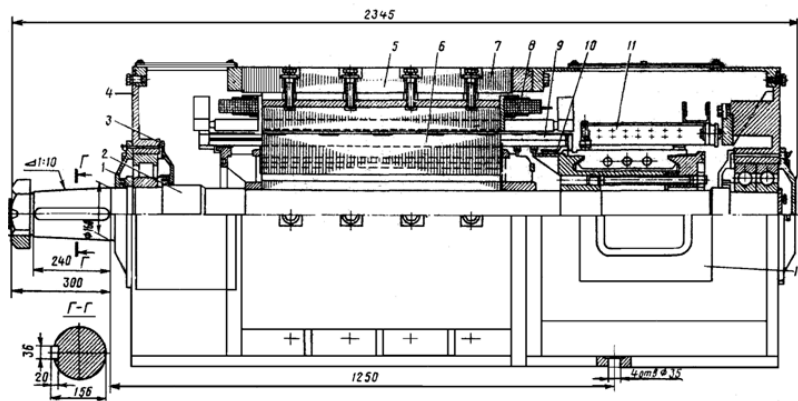

Рис. 6. Общий вид двигателя постоянного тока с высотой оси вращения $h = 450$ мм.
14. Назовите элемент 5, изображённый на рис. 6.